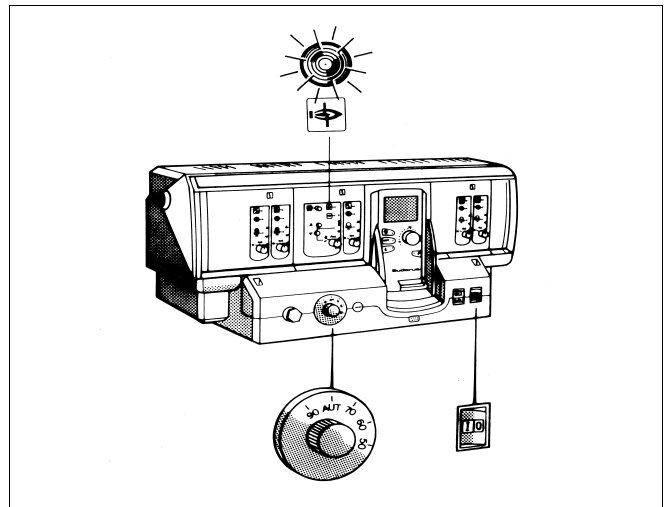

Fig. 4 Equipo de regulación Logamatic 4000
- Coloque el interruptor de servicio (Fig. 4) en la posición "I" (CON.).
- Coloque el termostato de la caldera (Fig. 4) en la posición "AUT" o bien en 80 °C. En caso de regulación constante, ajuste la temperatura deseada (mín. 65 °C).
- Coloque el interruptor de servicio (Fig. 4) en la posición "0" (DESCON.).